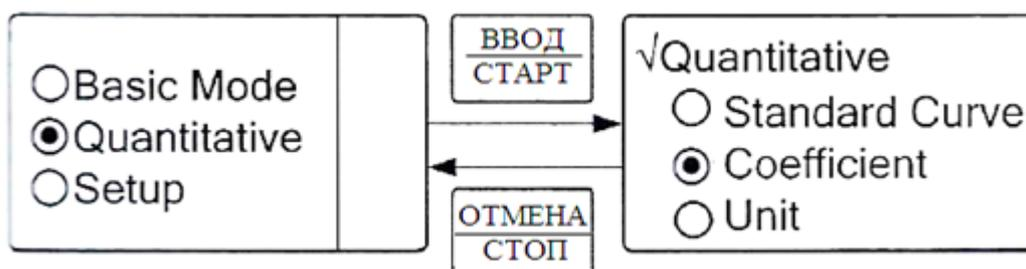

Рисунок 17. Меню выбора режимов измерения качественным методом
2.4.3.2. Находясь в главном меню п.2.3., выберите Количественный метод (Quantitative), для этого установите курсор напротив нужного метода и нажмите кнопку “ВВОД/СТАРТ”. На дисплее спектрофотометра появится меню выбора режимов измерения КОНЦЕНТРАЦИЙ ПО СТАНДАРТНЫМ ОБРАЗЦАМ (Standard Curve); режим измерения с РАСЧЕТОМ КОНЦЕНТРАЦИЙ ПО КОЭФФИЦИЕНТАМ (Coefficient), а также выбор единиц измерения концентраций (Unit). Меню выбора изображено на рис. 17.